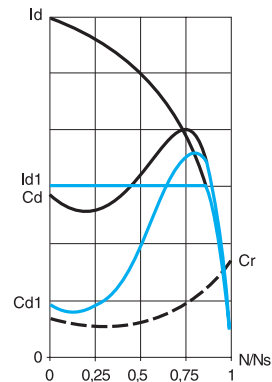

Рис. 1
■ На рис. 1 приведена зависимость момента от тока при пуске. Ограничение пускового тока I_{d1} определенным значением вызывает уменьшение пускового момента C_{d1} , практически равного квадрату отношения токов I_{d1} и I_d .